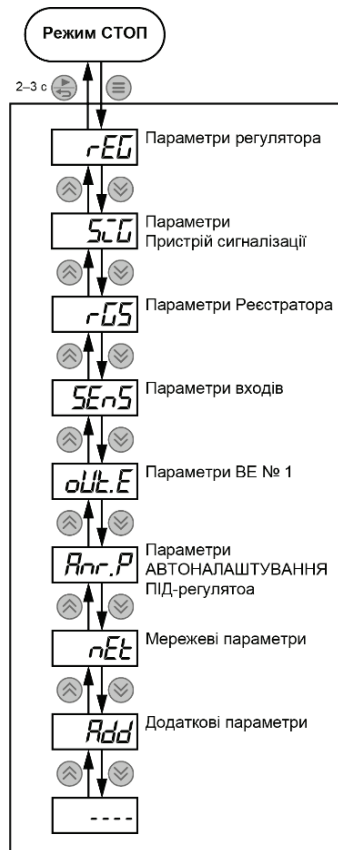

Рисунок 18 – Головне меню пристрою
- Натиснути й утримувати  $\equiv$  2–3 секунди для входу у налаштування. На ЦІ відобразиться ім'я підменю (див. *рисунок 18*), у якому згруповані параметри.